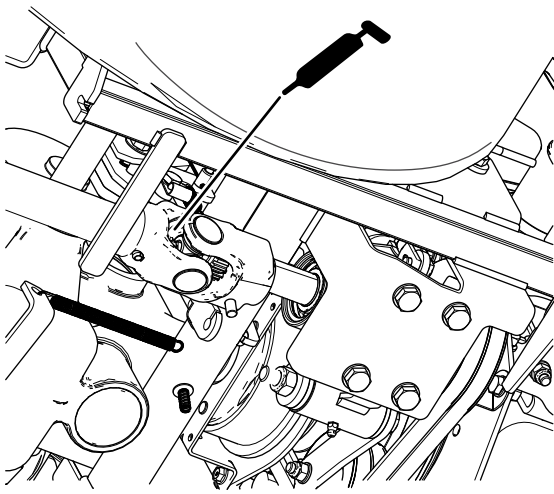

Bild 48
- Hinteres Antriebsgelenk der Antriebswelle an der Zapfwelle (Bild 48).